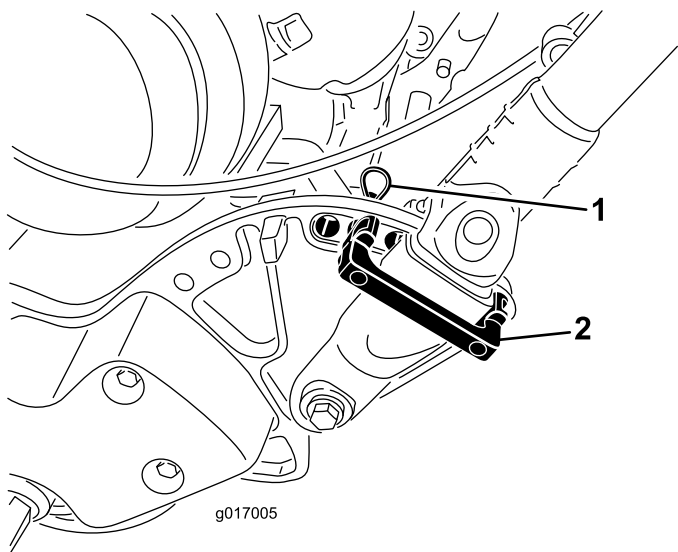

图6
1. 当撑住手柄时，取下将手柄铁夹固定到侧板上的扎带（图6）。
2. 将手柄旋转到需要的操作位置，将手柄卡环插入手柄铁夹及侧板上相对应的孔（图6）。
3. 使用发卡销将手柄铁夹固定到位（图6）。